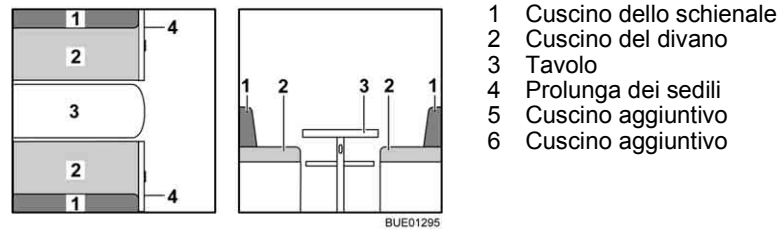

Fig. 112 Prima della trasformazione
- Allungare il tavolo (Fig. 112,3) e trasformare il tavolo in struttura di supporto letto (vedi paragrafo 6.10).